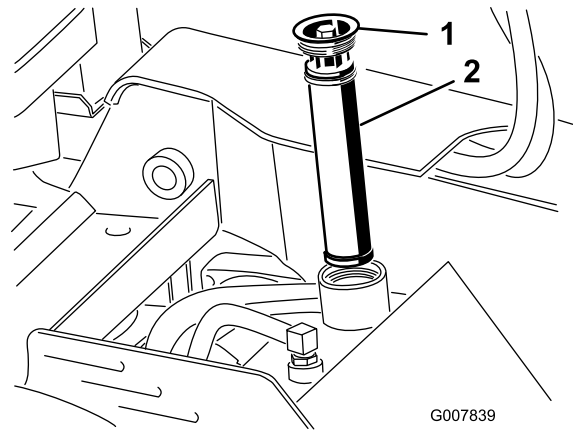

Figura 55
5. Togliete il filtro dell'olio e gettatelo (Figura 55).
6. Inserite il filtro idraulico di ricambio e il tappo di riempimento (Figura 55) e serrate il bullone della parte superiore a 13–15,5 N·m.
6. Togliete il tappo del serbatoio idraulico e il filtro (Figura 55).
12. Inserite il filtro idraulico e il tappo di riempimento (Figura 55) e serrate il bullone della parte superiore a 13–15,5 N m.